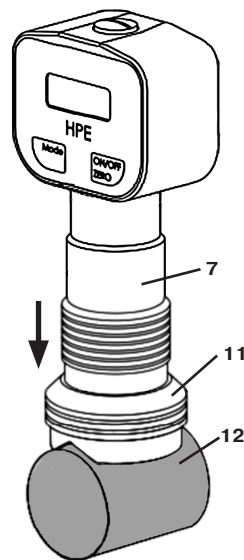

Рис. 6. Испытание на твердость с призмой.
2. Проведите испытание на твердость на валике (12, рис.6), как описано в пункте «Испытание на твердость».